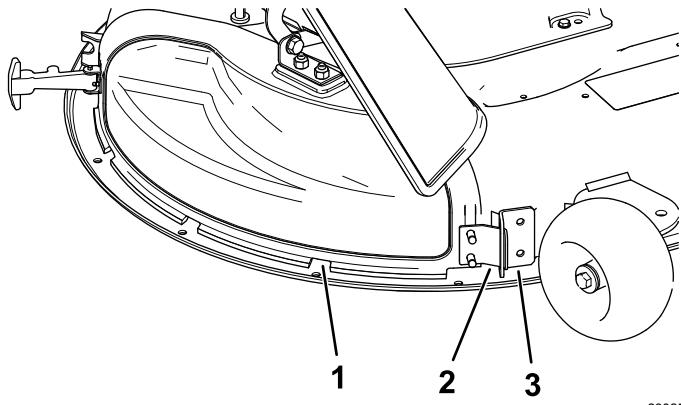

図 12
5. 排出口カバーについている金属製のタブを、デッキに溶接されているブラケットのスロットから外す図 12。